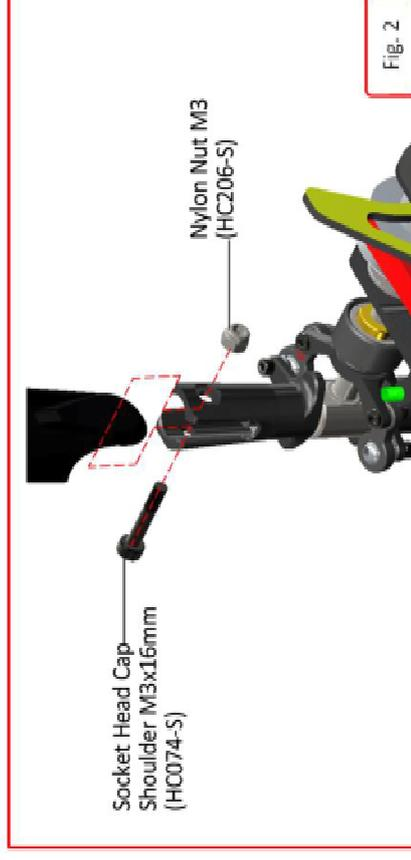

Fig. 2
- ⇒ Setzen Sie die Gummitüllen HA021-S in die entsprechenden Bohrungen ein (Figure 1) und stecken Sie anschließend die Schnellverschlüsse (Quick Knobs) ein (Figure 2)